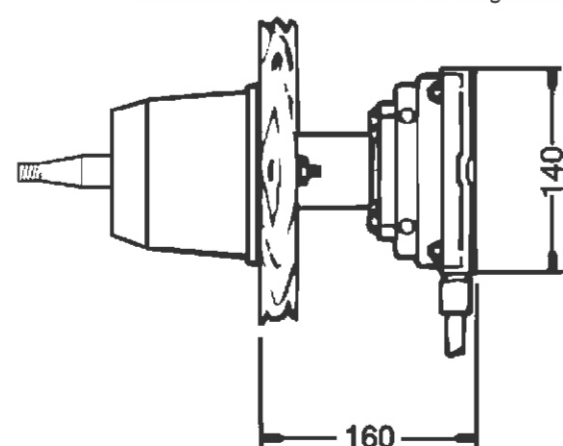

FIGURA 5
4.2 Tenga en cuenta el espacio detrás de la superficie de montaje. Tome como referencia las dimensiones de la figura 5.